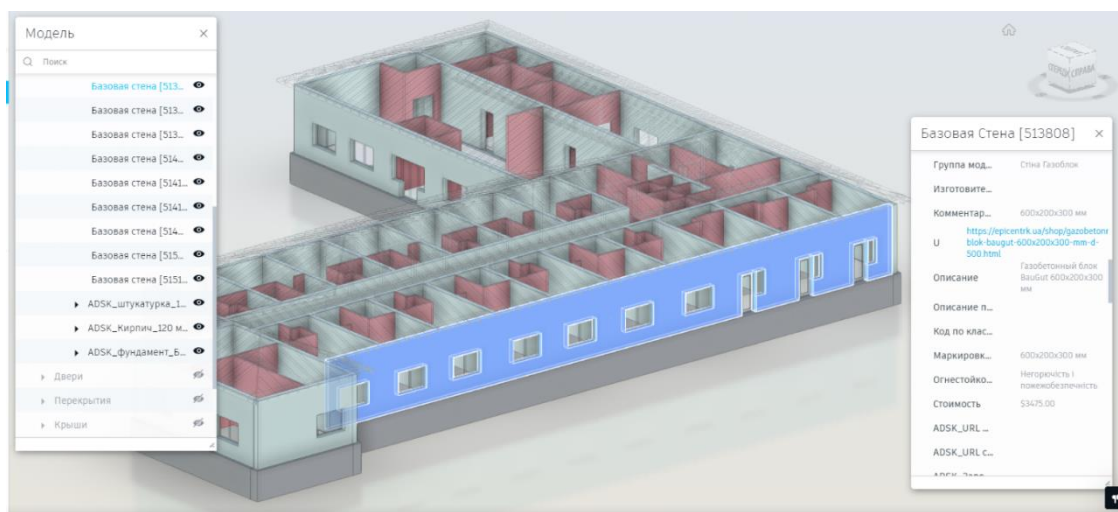

Рисунок 4. Панель інструментів для роботи з базою даних.
- Підтримка BIM: Інтеграція з BIM-проектами для зручного аналізу та спільної роботи (Рис.4).